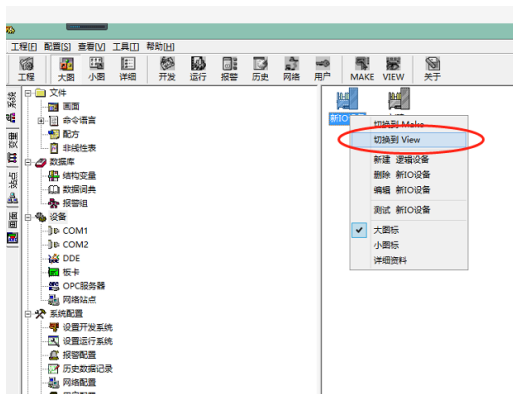

图 10.38 组态王切换到 View 界面
7. 设置好后，保存画面，并切换到 View，如图 10.38 所示。